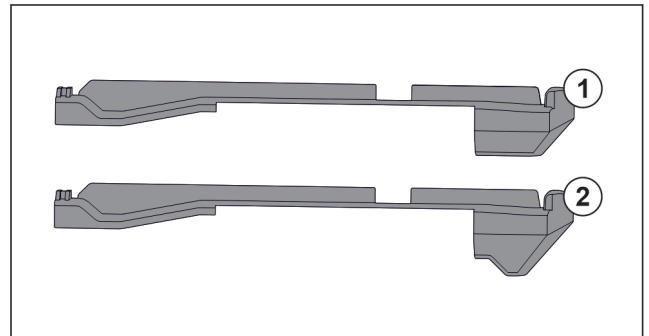

Fig. 147 Vergleich der Aufsteckteile
Im Gerät befinden sich zwei unterschiedliche Aufsteckteile. Das Aufsteckteil über dem untersten Schubfach Fig. 147 (2) hat eine dreieckige Kante. Alle anderen Aufsteckteile Fig. 147 (1) haben eine gerade Kante.
- ▶ Aufsteckteil Fig. 147 (2) mit der dreieckigen Kante über dem untersten Schubfach anbringen.
- ▶ Aufsteckteil Fig. 147 (1) mit der geraden Kante an allen anderen Stellen anbringen.